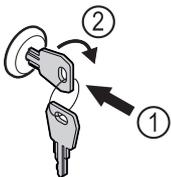

Fig. 75 Beispielhafte Darstellung
- ▶ Schlüssel hineindrücken Fig. 75 (1).
- ▶ Schlüssel um 90° im Uhrzeigersinn drehen Fig. 75 (2).